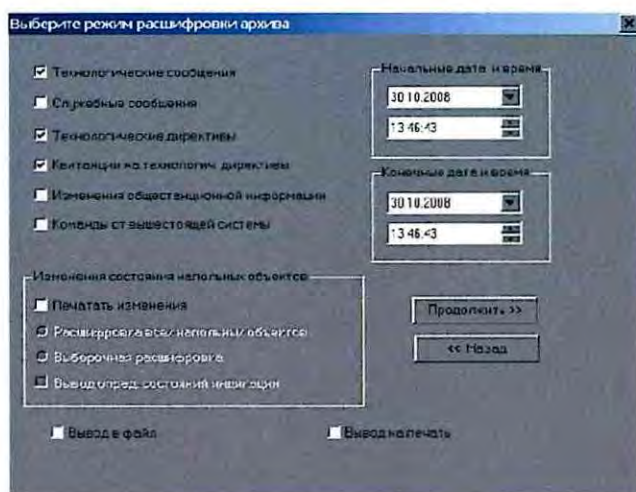
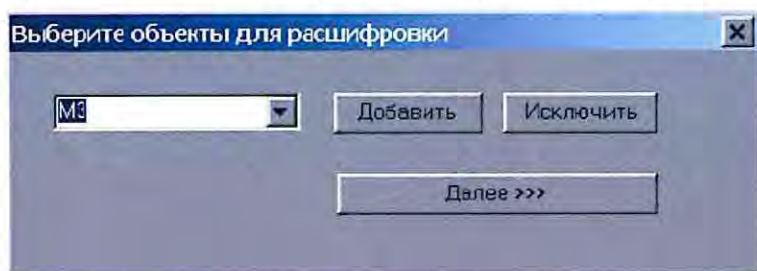

Рисунок 3. Выбор режима расшифровки архива.
Рисунок 4. Окно для выбора конкретного объекта.
7.1.4 Задать режим «Расшифровка архива» и нажать виртуальную кнопку «Продолжить>>>», после чего появится окно диалога для выбора режима расшифровки архива (Рисунок 3).
7.1.5 В полях «Начальные дата и время» и «Конечная дата и время» (Рисунок 3) необходимо установить временной интервал, в пределах которого будет производиться расшифровка. Необходимо указывать начальное время расшифровки архива не менее чем за 1 час до начала требуемого для анализа интервала. В противном случае первый час расшифровки может быть представлен некорректно. Под технологическими сообщениями понимаются сообщения системы о ходе
7.1.6 Для получения изменения состояния напольных объектов, нужно проставить галочку в соответствующем поле диалогового окна (рисунок 3), после чего станут доступны дополнительные поля «Расшифровка всех напольных объектов» и «Выборочная расшифровка». Представляет возможность оптимально настроить программу - обработчик архива в соответствии с полнотой информации, требуемой для изучения. При выборочной расшифровке нужно отказаться от расшифровки информации обо всех напольных объектах, и ограничиться указанием нескольких из них. В этом случае на монитор ПЭВМ РМ ДСП выдается окно запроса о конкретных объектах, требующих расшифровки (Рисунок 4).